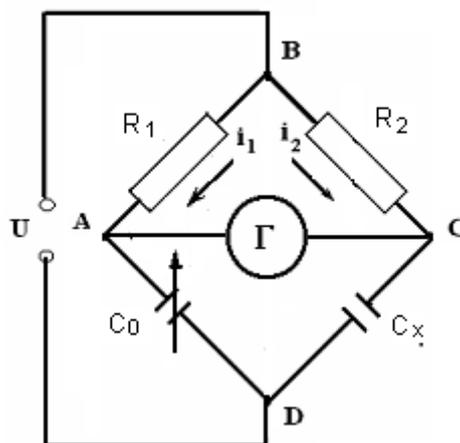

Рис. 4
2. Многослойный конденсатор эквивалентен батарее последовательно соединенных конденсаторов (см. рис.4).